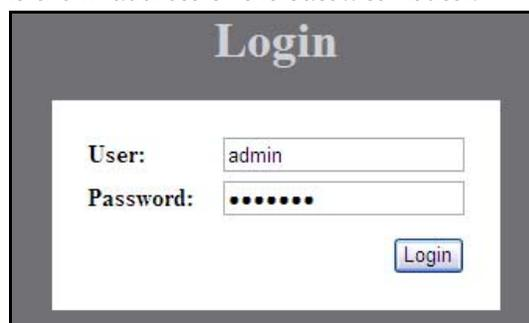

Figure 37. Evolution X1 Login Page
3. On the Login page (Figure 37):